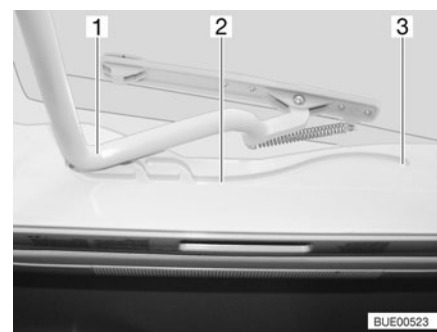

Fig. 50 Claraboya Heki, guía
- Tirar la horquilla (Fig. 50,1) en las guías (Fig. 50,2) hasta la posición trasera final (Fig. 50,3).
- Empujar el estribo (Fig. 50,1) ligeramente hacia arriba con ambas manos.
- Tirar el estribo en las guías (Fig. 50,2) hasta la posición deseada.